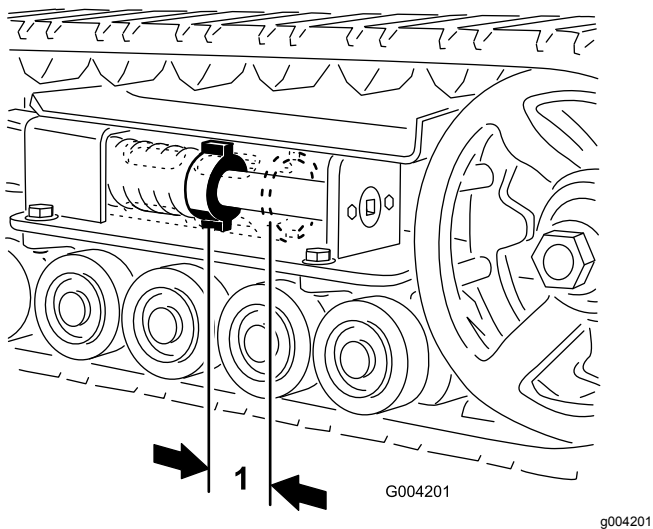

Bild 44
Der Abstand zwischen der Spannungsmutter und der Rückseite des Spannsrohrs sollte 7 cm sein (Bild 44). Stellen Sie ansonsten die Kettenspannung wie folgt ein:
5. Drehen Sie die Spanschraube mit einer Ratsche ($\frac{1}{2}$ ") nach links, bis der Abstand zwischen der Spannmutter und der Rückseite des Spannsrohrs 7 cm beträgt (Bild 44).
- Drehen Sie die Spannschraube nach links, bis der Abstand zwischen der Spannmutter und der Rückseite des Spannungsrohrs (Bild 44) 7 cm beträgt.
18. Drehen Sie die Spannschraube nach links, bis der Abstand zwischen der Spannmutter und der Rückseite des Spannungsrohr (Bild 44) 7 cm beträgt.